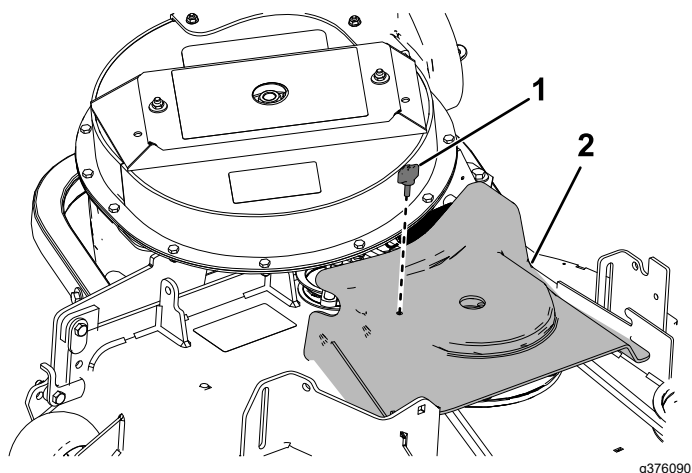

Figure 39
5. Couvrez la courroie de ventilateur avec le protège-courroie et fixez le protège-courroie avec le bouton (Figure 39).